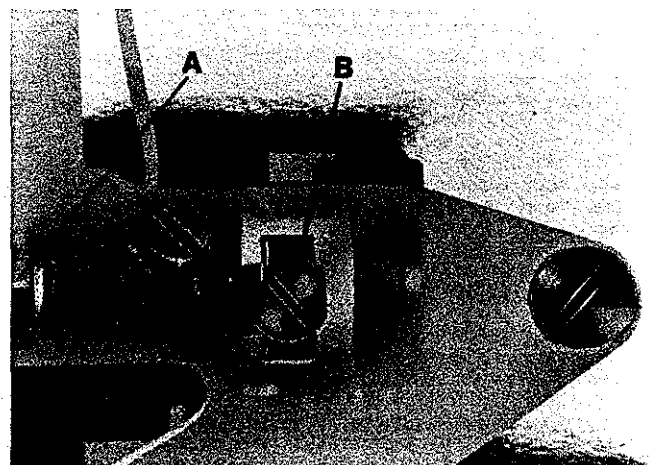

Fig.41
The amount of spreader travel from extreme left to extreme right position can be increased or reduced if required. For adjustment loosen nut (A, Fig. 41), turning screw (B) clockwise reduces and turning it counterclockwise increases the amount of spreader travel. Retighten nut (A).
Der Weg des Legers von der linken zur rechten Endstellung kann bei Bedarf, vergr bert oder verkleinert werden. Zur Einstellung l sen Sie die Mutter (A, Fig. 41), drehen der Schraube (B) im Uhrzeigersinn verkleinert und drehen im Gegenuhreigersinn vergr bert den Legerweg. Ziehen Sie die Mutter (A) wieder an.